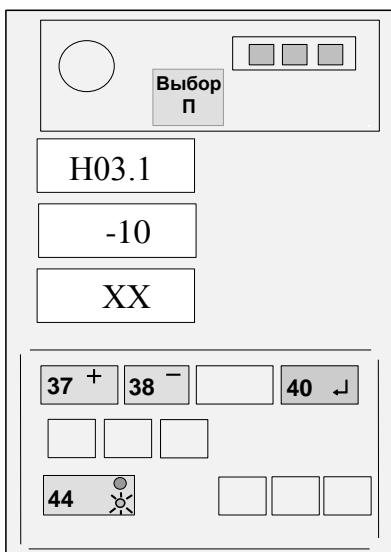

Рисунок 19 - Ввод температуры
Если величина измеренной температуры воздуха отличается от выдаваемой на средний ИЖЦ более, чем на 3 °С, нажатием кнопки 44 установить на верхнем ИЖЦ код "H03.1"(см. рисунок 19), а затем, нажимая кнопки "+" (37) и "-" (38), установить, контролируя по показаниям среднего ИЖЦ, значение температуры, равное показаниям термометра.